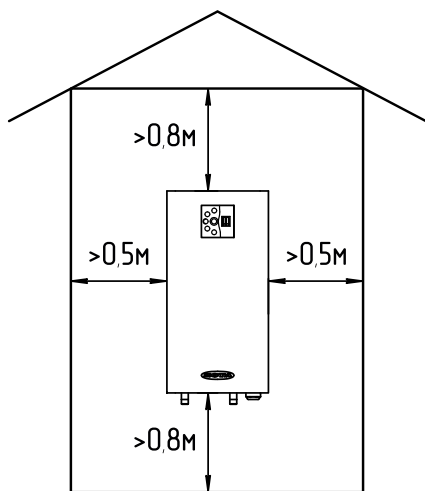

Рис.4 Схема установки электроводонагревателя
6.3. При монтаже электроводонагревателя необходимо выдерживать минимальные расстояния до стен, пола и потолка, указанные на рис.4. Расстояние необходимо соблюдать для удобства эксплуатации и сервисного обслуживания.